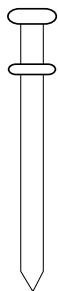
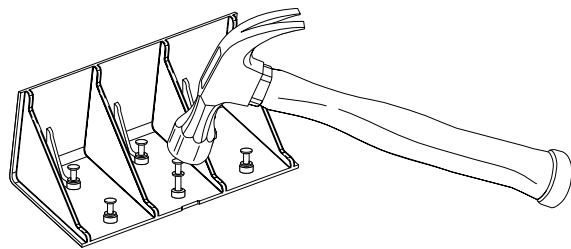

Figura 3A
Figura 3B
- 3 Instalación del Floor Brace XL:** Posicione el Floor Brace XL en el lugar elegido para instalación, teniendo en cuenta de no poner los agujeros para clavos sobre cerraderos o juntas de metal. Martille seis Floor Brace Nails (Figura 3A) en los agujeros y directamente al suelo del remolque o contenedor (Figura 3B). Para instalación mas rápida, usa una clavadora de palma neumática o de pilas.